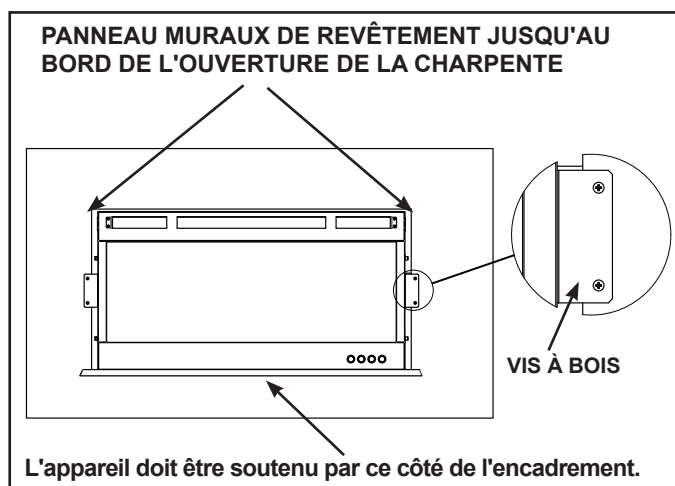

Figure 4.8 Sécurisation de l'appareil dans une charpente 51 x 102 mm (2 X 4 po)
4. Installer l'appareil dans l'ouverture de manière à ce que le poids de l'appareil soit supporté par la partie inférieure de la charpente. Mettez l'appareil à niveau. Assurez-vous qu'il est centré de gauche à droite, puis fixez-le directement sur la charpente à l'aide de deux (2) vis ST4X40 dans les supports de fixation droit et gauche. Voir la figure 4.8.